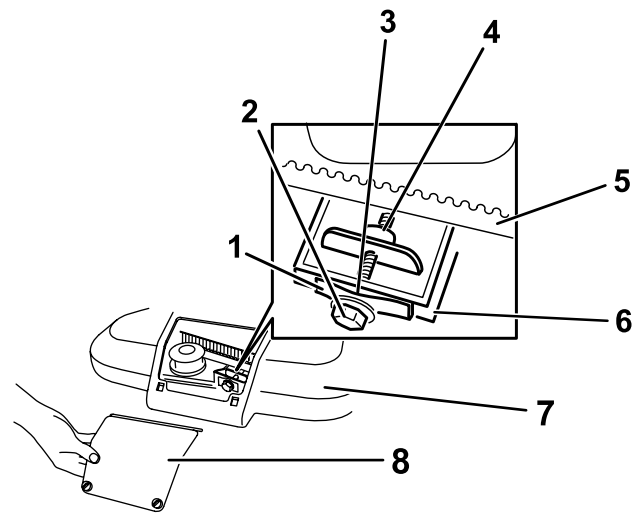

Bild 31
1. Lösen Sie die beiden Vierteldrehschrauben an der Zugangsplatte für die Riemenabdeckung und nehmen Sie die Platte ab (Bild 31).
Hinweis: Wenn ein sichtbarer Abstand zwischen der Fühlerlehre und der Feder besteht, ziehen Sie die Einstellschraube und Mutter an, bis die Fühlerlehre nur schwer in den Abstand eingeschoben oder herausgezogen werden kann (Bild 31).